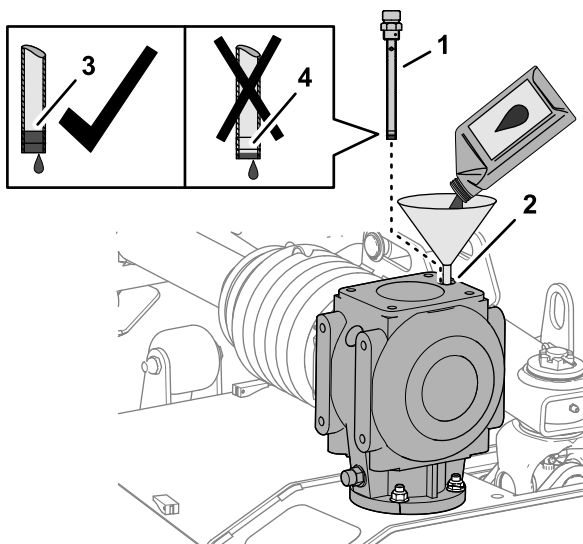

Рисунок 63
- Долейте 1,06 л трансмиссионного масла указанного типа в редуктор через отверстие для масломерного щупа (Рисунок 63).
2. Заверните масломерный щуп в отверстие, выверните щуп и проверьте уровень масла по щупу (Рисунок 63).
4. Заверните масломерный щуп в заливное отверстие и затяните его (Рисунок 63).